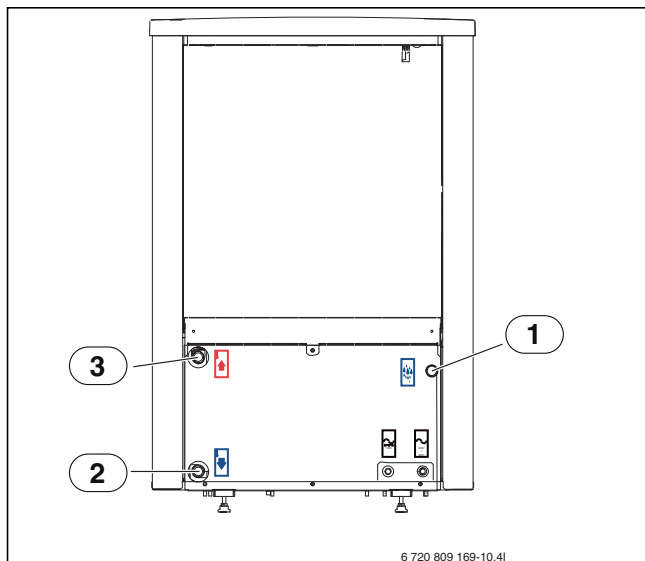

Fig. 13 Serraggio attacchi pompa di calore. Validi per tutte le dimensioni.
- ▶ Collegare il tubo per l'ingresso circuito primario dall'unità compatta-pompa di calore (→ [2], fig. 13).
- ▶ Collegare il tubo per l'uscita circuito primario all'unità compatta-pompa di calore (→ [3], fig. 13).